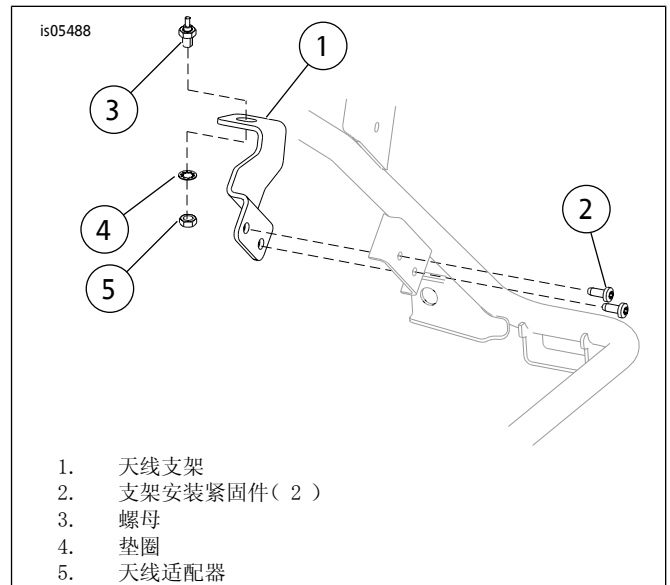

图1. 拆卸天线和支架
5. 参见图1。拆下天线支架(1)、安装紧固件(2)、天线安装螺母(5)、垫圈(4)和天线适配器(3)。保留天线和五金件，丢弃支架。